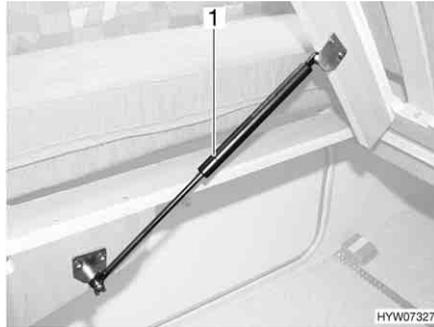

Fig. 31 Letto fisso
- Sollevare il telaio portamaterasso. Le molle a gas (Fig. 31, 1) mantengono il telaio portamaterasso in posizione di apertura.